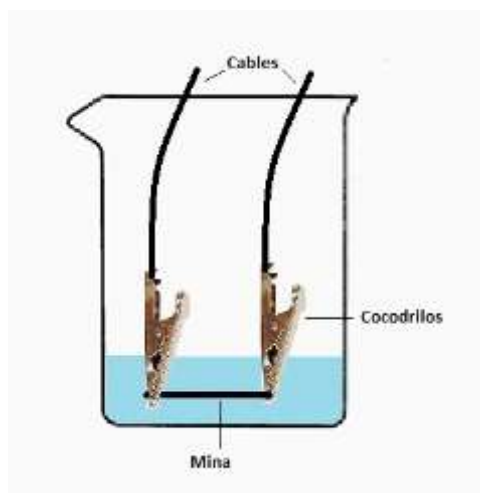

Figura 3.
- 4- Introduzcan la mina conectada a los cables dentro del vaso de precipitado, de manera tal que quede completamente sumergida y sin tocar las paredes de vidrio. Los extremos libres de cable deben quedar fuera del vaso. (Figura 3)